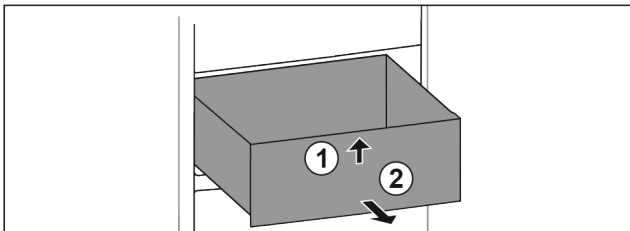

Fig. 131
- Soulever la partie avant du tiroir. Fig. 131 (1).
- Retirer le tiroir par l'avant. Fig. 131 (2)